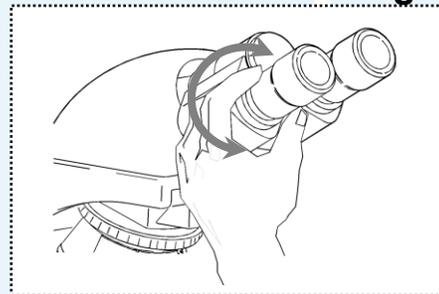

Fig.8
b. Ajuste de dioptrías (Fig. 8)